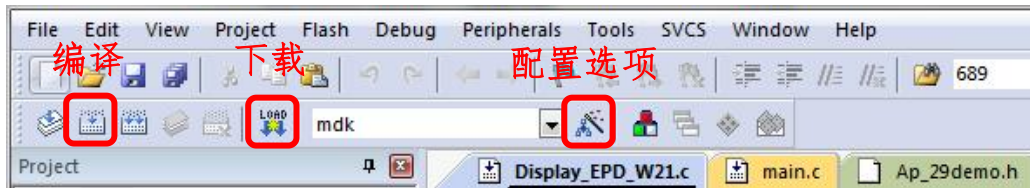
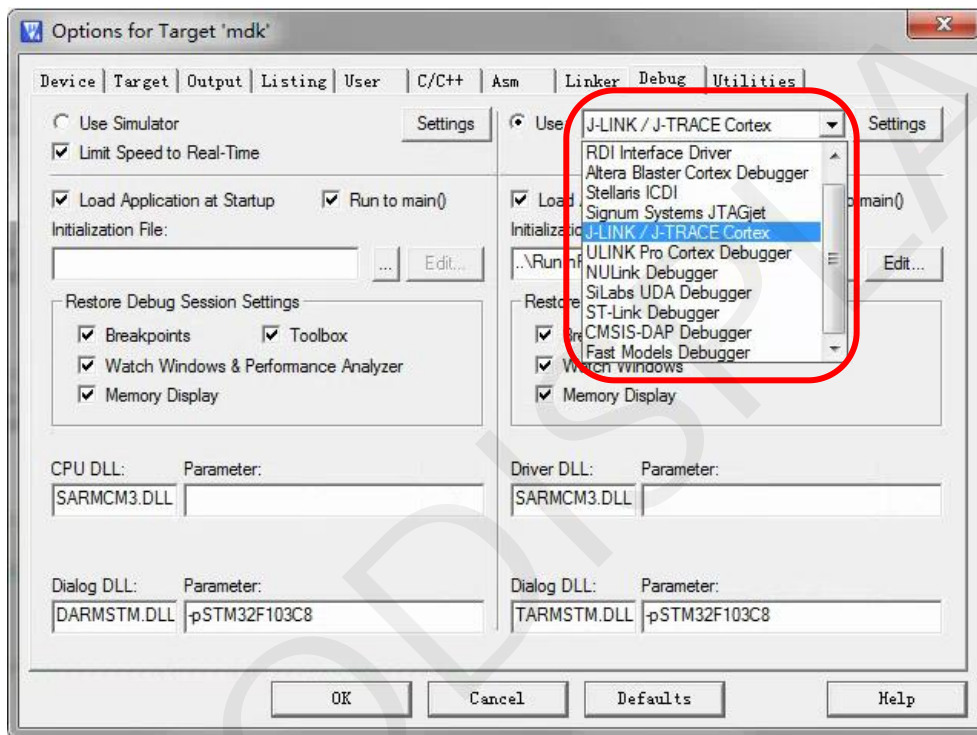

图 7 Keil4 工具栏
图 8 选择仿真器型号
4) Keil4 工具栏如图 7 所示，首次使用仿真器需要点击 ，弹出图 8 对话框，在 Debug 栏选择仿真器型号，点击 OK 确定。
6) 点击图 7 工具栏中的  对程序进行编译。
7) 点击图 7 工具栏中的  对程序进行下载。
- 9) 更换图片时，需要使用Keil4修改图片数据（如图9），修改完成后进行编译（如图7）即可生成新的mdk.hex文件，重新选择该文件即可进行下载。